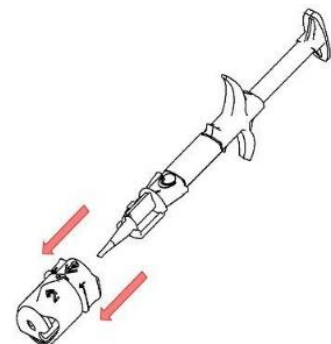

Abb. 3
- Entfernen Sie den Adapter zusammen mit dem drehbaren Ring, wie mit '4' gekennzeichnet (Abb. 3), ziehen Sie diesen nach vorne ab und entsorgen Sie ihn.